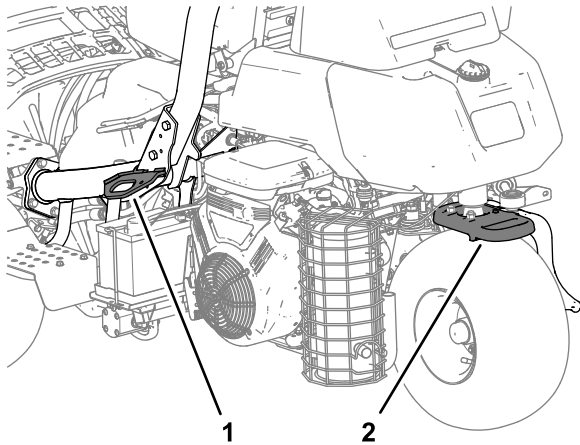

Bild 23
- Befestigen Sie die Maschine sicher mit Gurten, Ketten, Kabeln oder Seilen. Die vorderen und hinteren Gurte sollten nach unten und außerhalb der Maschine verlaufen (**Bild 23**).